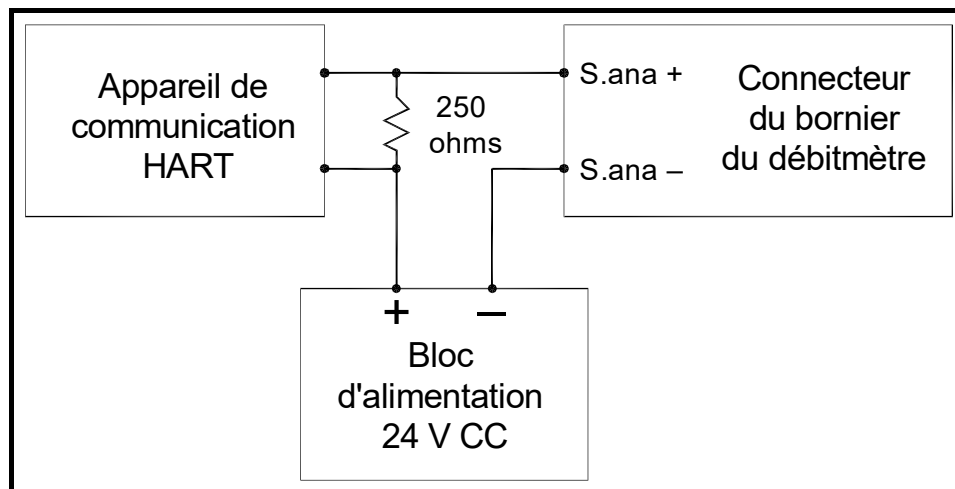

Figure 221: Câblage HART (Alimentation ext./Mode passif)
1. Branchez l'interface HART et l'appareil HART comme illustré à la Figure 221 ci-dessous.